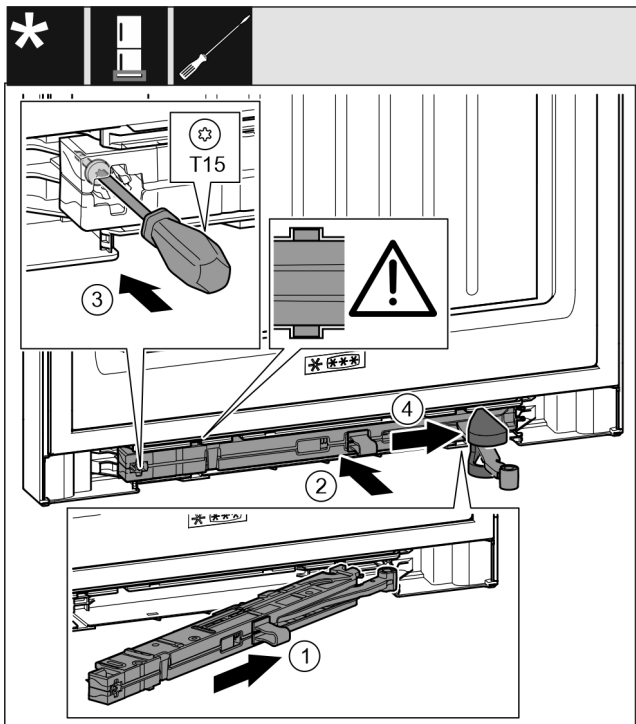

Fig. 46
- ▶ Gurnite jedinicu prigušivača zatvaranja na strani podloška ležaja do graničnika koso u otvor. Fig. 46 (1)
- ▶ Gurnite jedinicu prigušivača zatvaranja u potpunosti u otvor. Fig. 46 (2)
- ▶ Odvijačem T15 čvrsto pritegnite vijak. Fig. 46 (3)
- ▶ Gurnite pokrov preko zgloba. Fig. 46 (4)